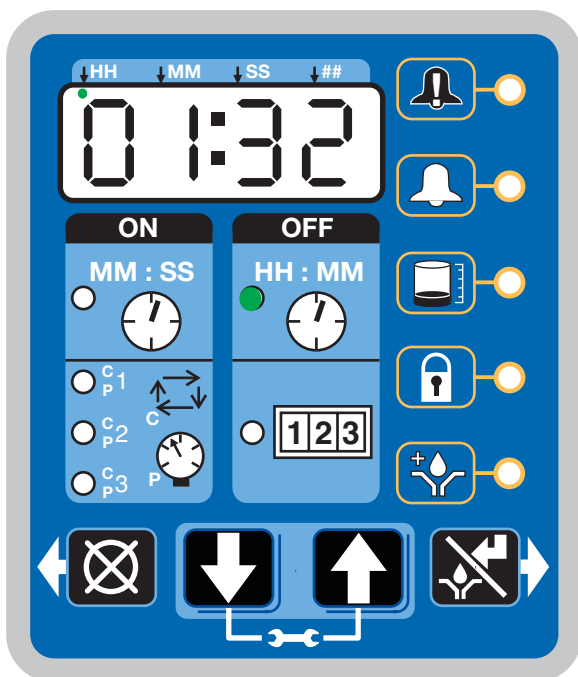

FIG. 47
Una vez completada la configuración, la bomba G3 comienza automáticamente a ejecutar la secuencia de tiempo OFF (Fig. 47).
- El ejemplo mostrado en la FIG. 47 indica un tiempo OFF de 1 hora y 32 minutos antes del inicio del ciclo de lubricación.
- Cuando el recuento de tiempo ON llega a cero, la bomba vuelve a desconectarse y el sistema ejecuta nuevamente el ciclo de tiempo OFF y el LED de tiempo OFF vuelve a encenderse (Fig. 47).